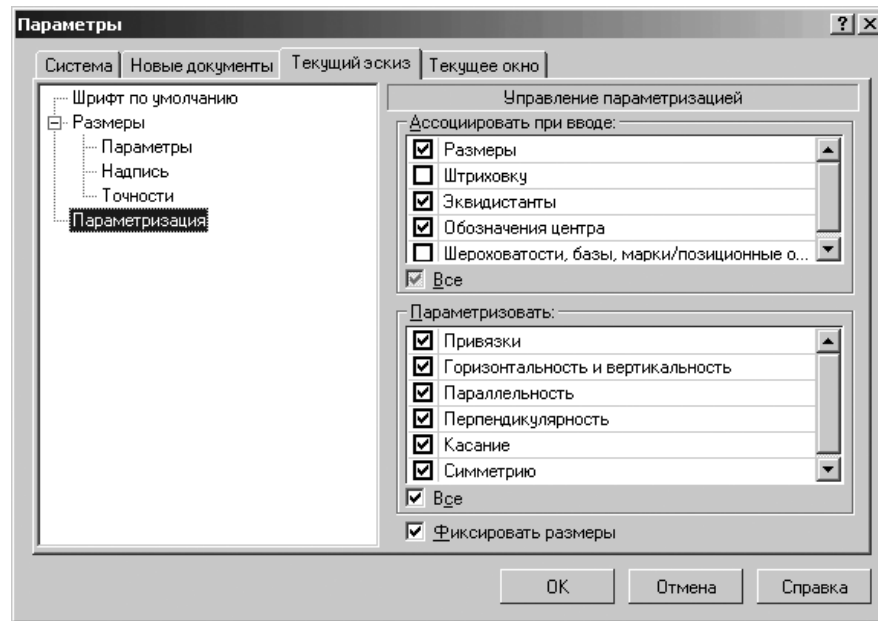

Рис. 2.152. Диалоговое окно **Параметры** с открытой вкладкой **Текущий эскиз** и панелью **Точности размерных надписей**
- щелкните по пункту **Параметризация**. В правой части появится панель **Управление параметризацией**, показанная на рис. 2.152.